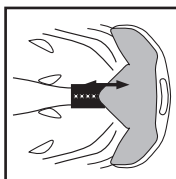

Figure 5
- Le système In Form fit est doté d'un mécanisme de réglage vertical. Pour régler, détachez le crochet central du système In Form puis montez ou descendez jusqu'à ce que le système In Form soit confortable à porter (Figure 5). Rattachez fermement le système de fixation à l'un des trois réglages de hauteur. Pour des performances optimales, assurez-vous que le système de fixation à crochet central est bien fixé.